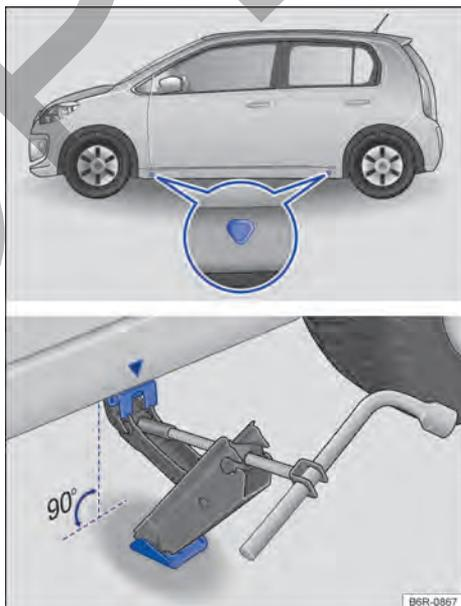

Fig. 172 Puntos de apoyo del gato y gato posicionado atrás en el lado izquierdo trasero del vehículo.
El gato únicamente puede ser posicionado en los puntos de apoyo indicados (marca en la carrocería) → fig. 172. Es válido el punto de apoyo ubicado próximo a la rueda correspondiente → ▲.
6. Busque debajo del vehículo el punto de apoyo del gato → fig. 172 más cercano a la rueda que debe cambiar.
8. Garantizar que la base del gato, con toda su superficie, esté sobre el piso y que la base se encuentre perpendicularmente por debajo del punto de colocación → fig. 172.
9. Alinear el gato y, simultáneamente, levantar la garra del gato hasta que se encaje en el travesaño debajo del vehículo → fig. 172.
- Posicionar el gato únicamente en los puntos indicados. La garra del gato debe encajarse en el perfil del larguero de forma segura → fig. 172.